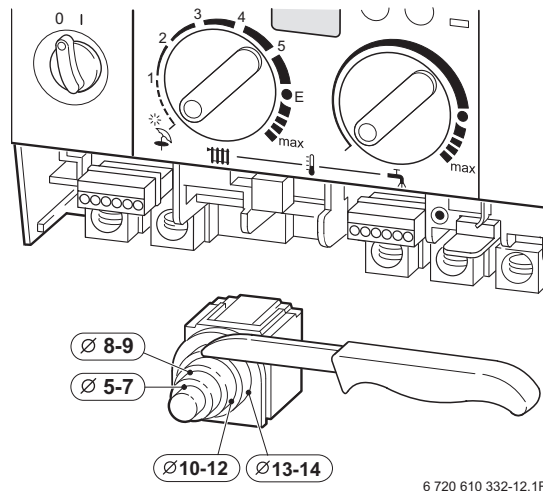

Bild 14
- ▶ Für Spritzwasserschutz (IP): Das Loch für die Kabeldurchführung entsprechend dem Durchmesser des Kabels wählen (Bild 14).